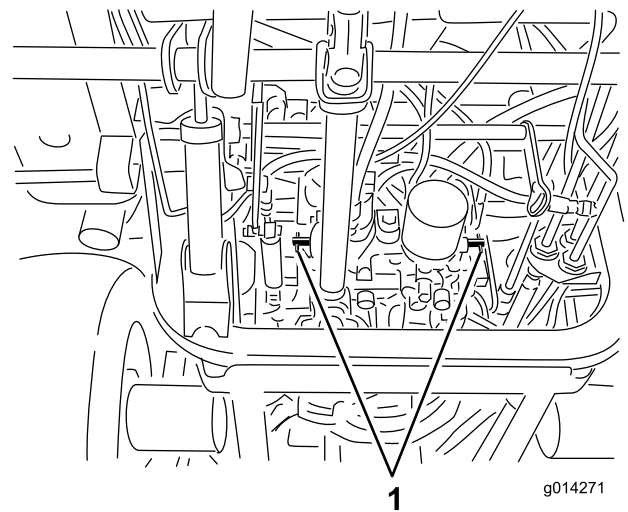

図 25
3. 各バイパスバルブを左回りに1回転させる **図 25**。
1. 各バイパスバルブを右に回転させて手締めする **図 25**。
2. **図 25**に示すように、バルブを $8\text{N}\cdot\text{m}$ $0.8\text{kg}\cdot\text{m}$ = $71\text{in}\cdot\text{lb}$ にトルク締めする。